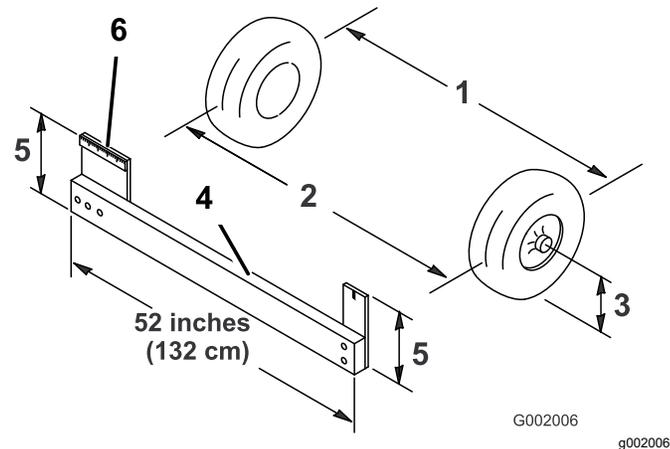

图 51
4. 以轮轴的高度为标准分别测出两个前轮的轮前距离和轮后距离图51。
注意 要测量轮轴高度的前轮轮后距离需要使用夹具或定位仪。使用相同的夹具或定位仪还可以以轮轴高度为标准准确测量前轮的轮前距离图51。